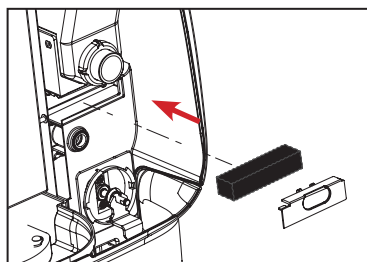

Fig.2
1. Înlocuiți filtrul și capacul acestuia. (Vezi Fig.2)